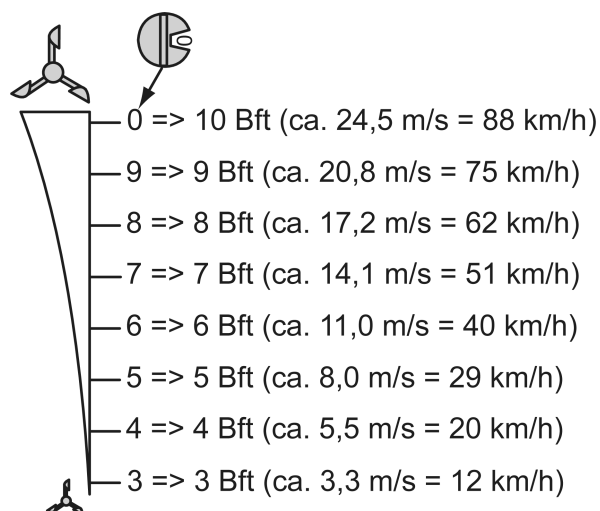

Figura 5: Ajuste de la fuerza del viento
- Con el interruptor giratorio (9) ajustar la fuerza del viento con la que se debe desplazar la cortina a la posición final protegida (véase figura 5).